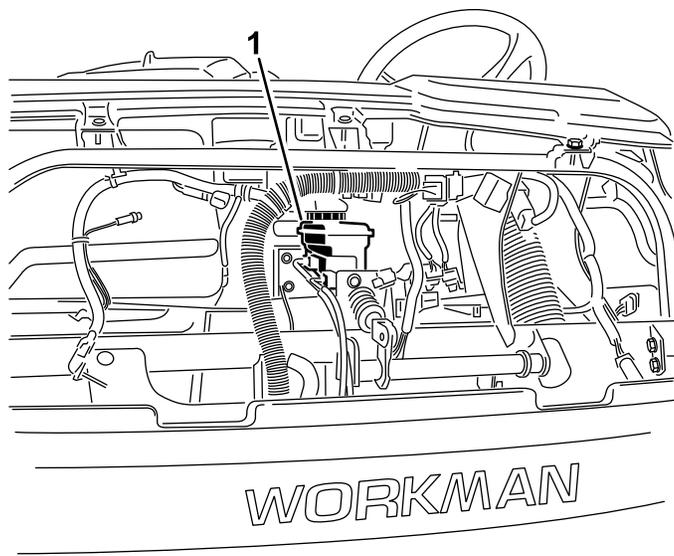

Рисунок 24
**Примечание:** Для доступа к резервуару с передней стороны автомобиля можно снять капот (Рисунок 24).